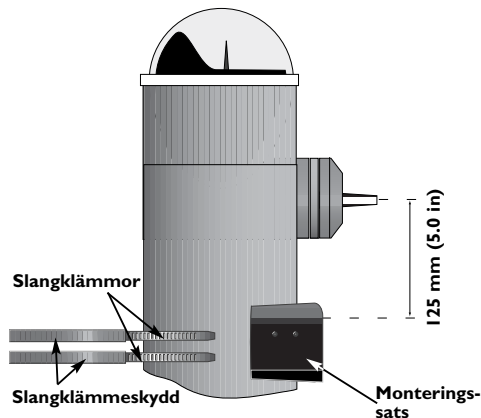

Fig 5.4 - Korrekt position på piedestalen
2. Placera ut monteringsatts på piedestalens framsida. Det vertikala avståndet mellan centrum av de cirkulära hålen och centrum av rattaxeln skall vara 125 mm och slangklämmorna skall vara exakt parallella med ratten i bägge plan (Fig 5.4) -